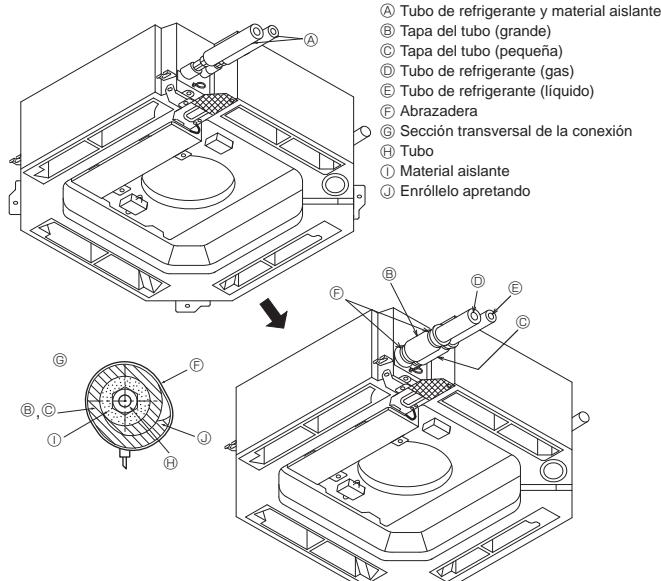

Fig. 3-3
⑨ Aplique aceite refrigerante para máquinas en toda la superficie abocinada.
3.3. Unidad interior (Fig. 3-3)